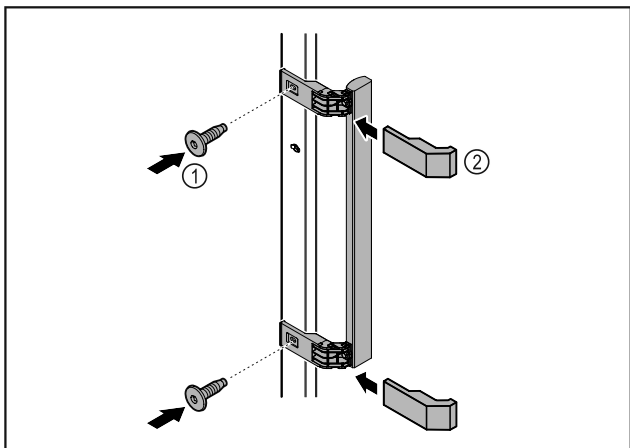

Fig. 9
- ▶ Iz paketa vzemite ročaj in ga privijte na vrata s priloženimi vijaki Fig. 9 (1).
- ▶ Namestite pokrov Fig. 9 (2).